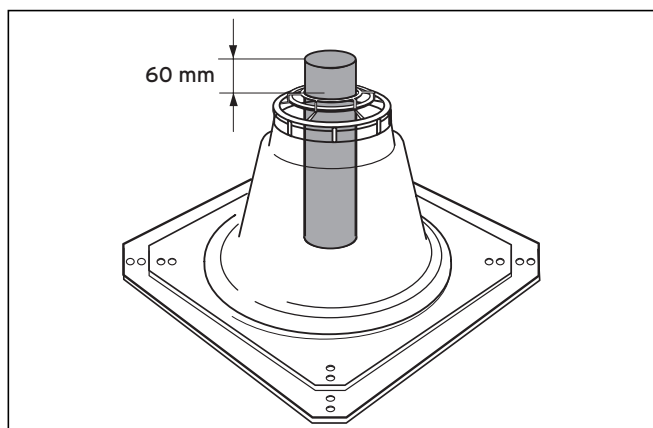

Fig. 5.27 Lungimea conductei superioare pentru gaze arse
- Kontrol: Piesa de supraînălțare cămin trebuie să iasă peste picior cu 60 mm (vezi Fig. 5.27).
- Fixați capacul piesei de supraînălțare cămin (1) pe capătul superior al conductei rigide pentru gaze arse și apăsați-l tare.